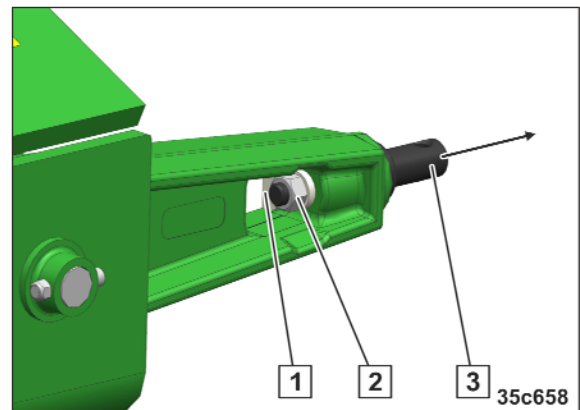

Bild 112
1. Lossa muttern (Bild 112/2) och ta bort den.
2. Ta bort låsblecket (Bild 112/1).
3. Ta bort lyftarmstappen (Bild 112/3).